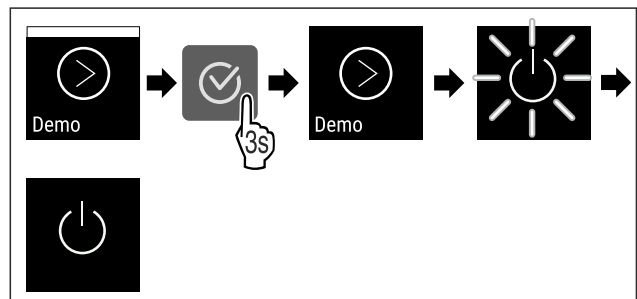

Fig. 112
- ▶ Genomför handlingsstegen (se Fig. 112) .